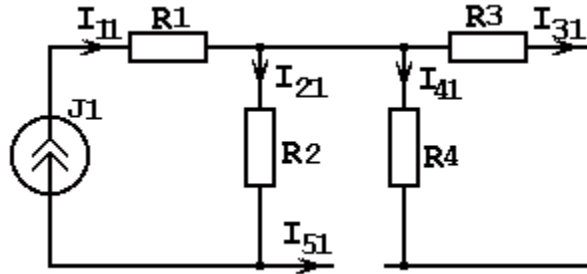

Рисунок 1.57
2.1. Указываем условно-положительные направления токов в ветвях (рисунок 1.57).